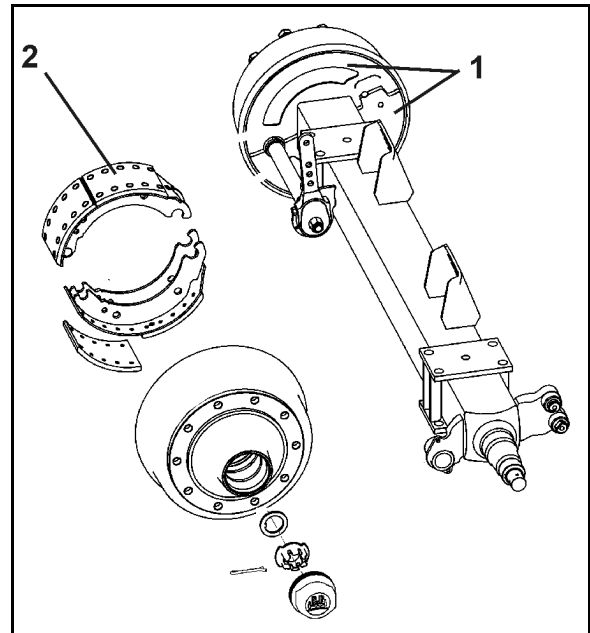

Fig. 167
1. Beide Abdeckbleche (Fig. 167/1) an der Innenseite der Bremstrommel abschrauben.
Eingedrungener Schmutz kann sich auf den Bremsbelägen (Fig. 167/2) absetzen und dadurch die Bremsleistung wesentlich verschlechtern.